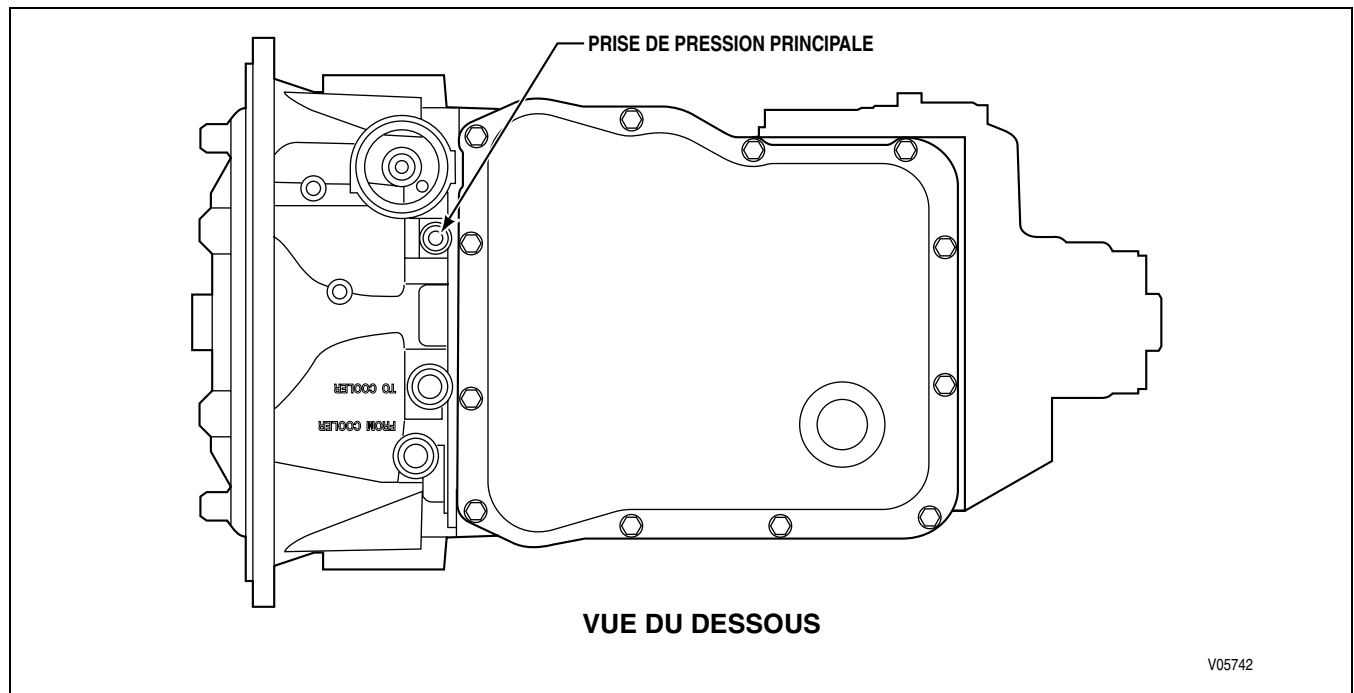

Figure B-1. Points de contrôle de la pression principale
1. Branchez un manomètre d'huile de 0–2070 kPa (0–300 psi) dans la prise de pression principale (voir la Figure B-1). Contrôlez le régime moteur sur l'outil Allison DOC™. Voir le tableau B-1 pour les niveaux de pression principale.